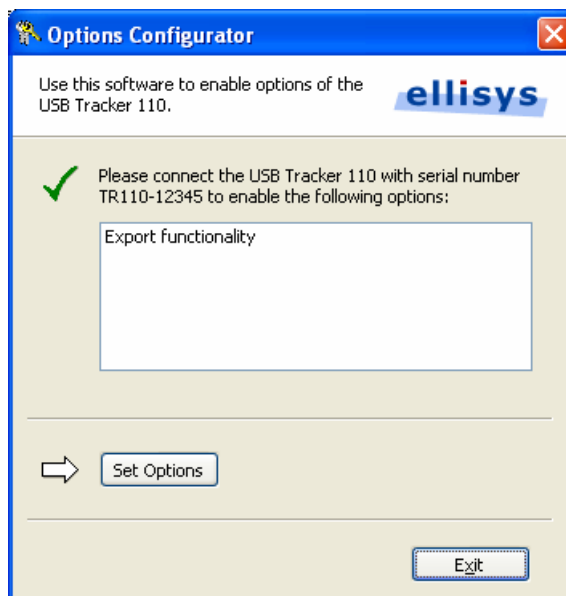

Figure 33 - Logiciel prêt à active rune fonctionnalité optionnelle
4. Dès que l'analyseur est connecté, le logiciel va activer le bouton "Set Options" (voir Figure 33). Uniquement les options affichées dans le rectangle blanc vont être activées. Veuillez contacter votre distributeur local si cela ne correspond pas aux options que vous avez achetées.